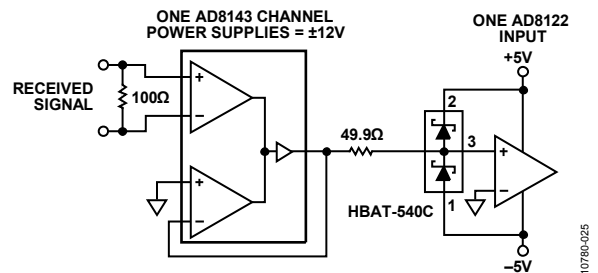

図 31. 入力同相モード範囲を広げるため AD8122 の前に AD8143 を使用する方法
AD8122 の ±4 V の入力電圧範囲は、一般にこれらのアプリケーションに対して十分です。さらに広い入力範囲が必要な場合は、AD8143 トリプル・レシーバ (±12 V 電源で ±10.5 V の入力同相モード範囲を持ちます) を AD8122 の前に接続することができます。図 31 に、1 チャンネルについてこの構成を示します。
- AD8122 の前に AD8143 を使用します(図 31 参照)。